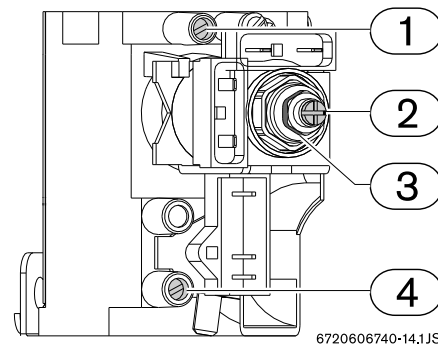

Fig. 15 Trykkmålepunkter
- ▶ Bruk regulatoren (Fig. 15, pos. 3) til å justere trykket for å oppnå verdiene oppgitt i table 11.
- ▶ Bruk reguleringsskruen (Fig. 15, pos. 2) til å justere trykkverdiene oppgitt i table 11.